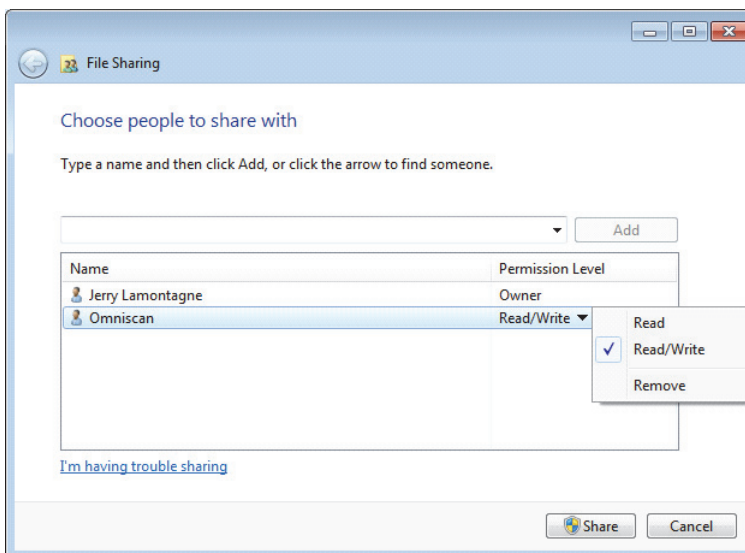

Figura 7-29 Configurazioni delle Autorizzazioni nella finestra di dialogo Condivisione file (Windows 7)
6. Nel riquadro **Livello di autorizzazione** (Permission Level), selezionare **Lettura/Scrittura** (Read/Write) per **Omniscan** (vedere Figura 7-29 a pagina 245).